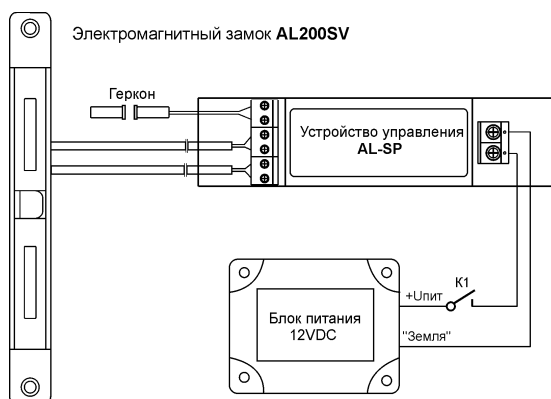

Рис. 7
- 5.10 Схема соединения элементов замка показана на рис.7. Подключение выводов в паре - «красный»/«черный» к контактам модуля – произвольное. При замыкании контакта К1 замок блокирует дверь, при размыкании - разблокирует.